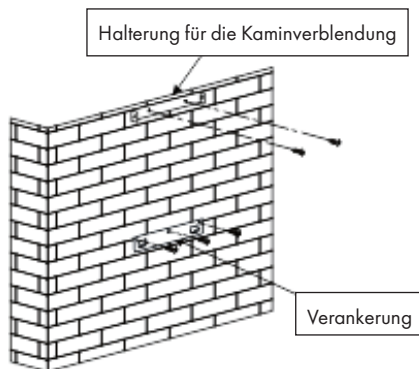

Abbildung 1
3. Montieren Sie die Verankerung, nachdem Sie die Montagehöhe festgelegt haben, in einer geraden Linie an einer geeigneten Stelle. Die Position, an der die Halterung für die Kaminverblendung installiert wird, bestimmt die Position des Kamins (siehe Abbildung 1).